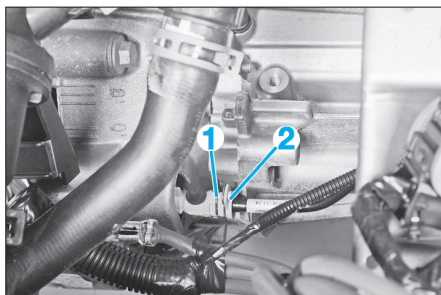

FIG. 10
- Soulever l'agrafe (1) de la canalisation du cylindre récepteur sur la boîte de vitesses (Fig.10), située juste derrière le purgeur, et tirer la canalisation (2) en arrière pour la débrancher.